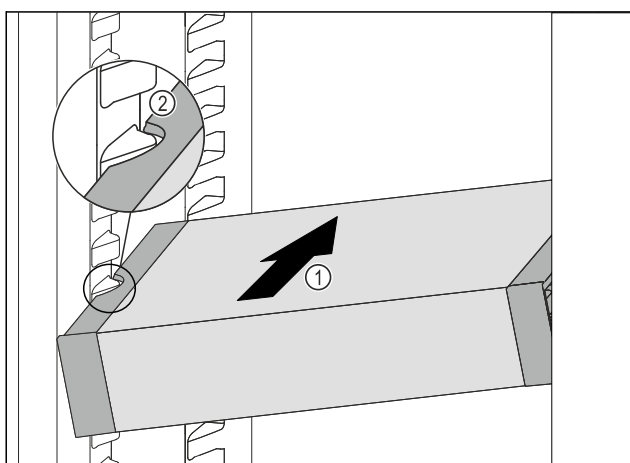

Fig. 88
- VarioSafe skjuts in snett i kyldelen Fig. 88 (1), tills sidofördjupningarna Fig. 88 (2) hos VarioSafe är i samma nivå som behållarlisterna i kyldelen.